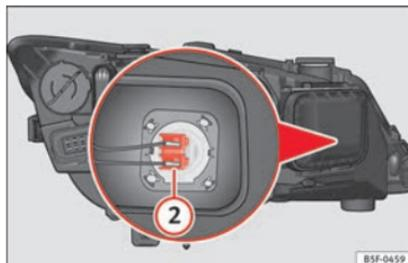

Abb. 109 Fernlichtleuchte.
- Drücken Sie den Stecker » **Abb. 109** ② seitlich nach links und ziehen Sie.